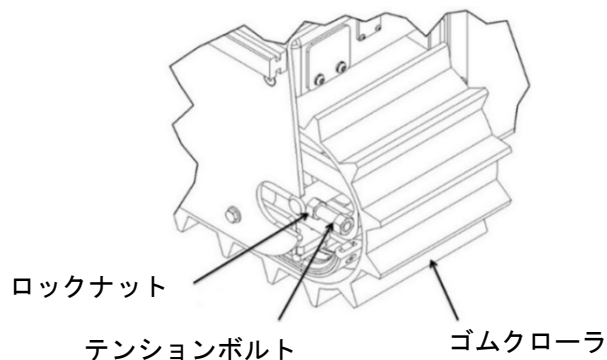

図20. テンションホイールの詳細
3. レンチを使用して、テンションボルトに付属している4箇所のロックナットを緩め、4箇所のテンションボルトも同様に緩め、ゴムクローラの張力を緩める。(図20参照)